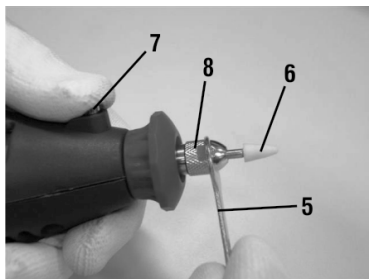

Fig. 3 – Fixação dos acessórios
1. Segure a trava do eixo (7) com a chave de boca (5) e solte a porca de fixação (8);
2. Insira a haste do acessório (6) na pinça (1);
3. Enquanto segura a trava do eixo (7) com a chave de boca (5), parafuse a porca de fixação (8), fig.3;